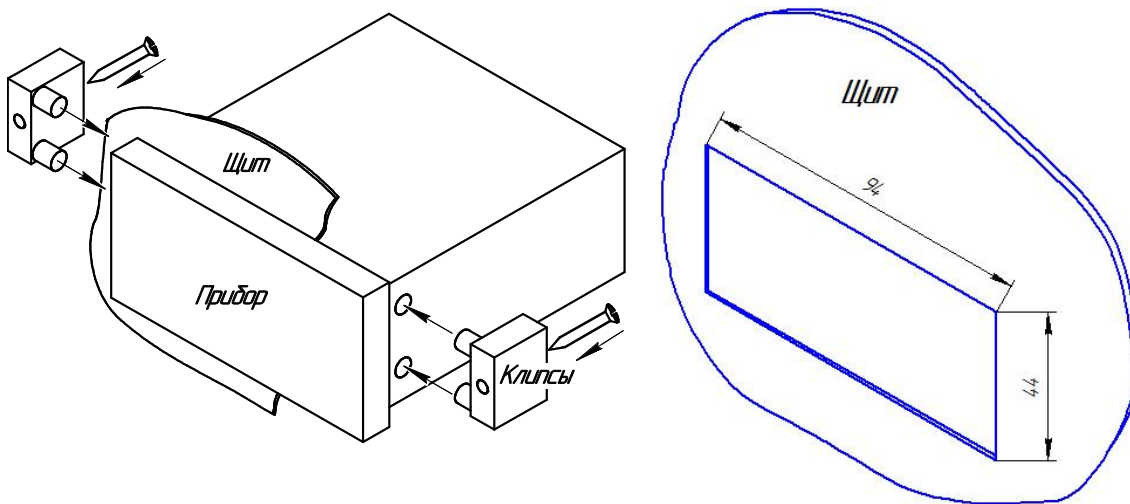

Рис. 7. Сигнализатор ПРОМА-СГ-Щ. Врезка в щит.
Разметка щита для установки измерителя ПРОМА-СГ-Щ приведена на Рис.7.
9.6. Механическое крепление сигнализатора щитового исполнения на щит осуществляется с помощью специальных держателей двумя винтами М4х40 в упор задней стенки щита, согласно разметки (см. Рис.7).